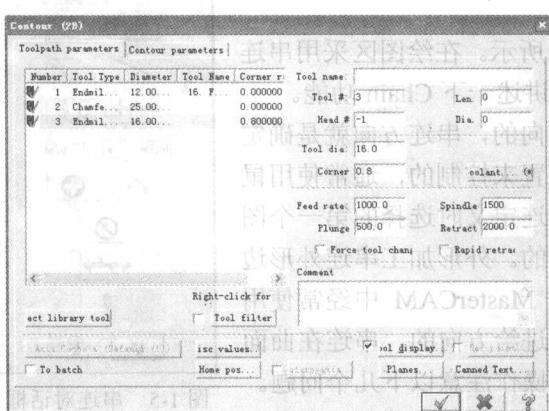
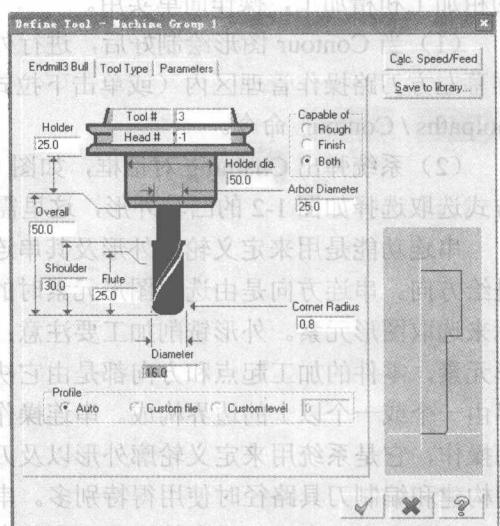

图 1-6 2D 外形加工刀路对话框
图 1-7 刀具规格选项卡
(3) 按照顺铣原则，注意串联的方向和起点（方向和起点如图 1-2 所示），点选 ，进入 Contour (2D) 对话框，如图 1-6 所示。在刀具空白栏内单击鼠标右键，在刀具空白栏内单击鼠标右键，在弹出的菜单中选择 Get tool from library(从刀库中选刀) 或 Create new tool(构建新刀具) 选项，进入图 1-7 所示的刀具规格选项卡。
如图 1-7 所示，刀具参数选项，可对刀具的参数进行设置，不同类型的刀具选项卡的内容有所不同，但主要参数都是一样的。以此工序所选的圆鼻刀为例来说明该选项卡各参数的含义：
它们分别填在图 1-6 所示的对话框中的 Plunge 和 Feed rate。切削进给率要根据工件的材质、刀具的性能、加工的要求、机床的性能等做出适当的选择。